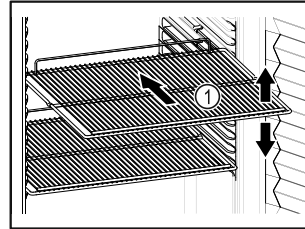

Fig. 56 Atvaizdo pavyzdys
- ❑ Jei pastatymo grotelės Fig. 56 (1) galima perkelti, pritaikykite atsižvelgdami į aukštį.